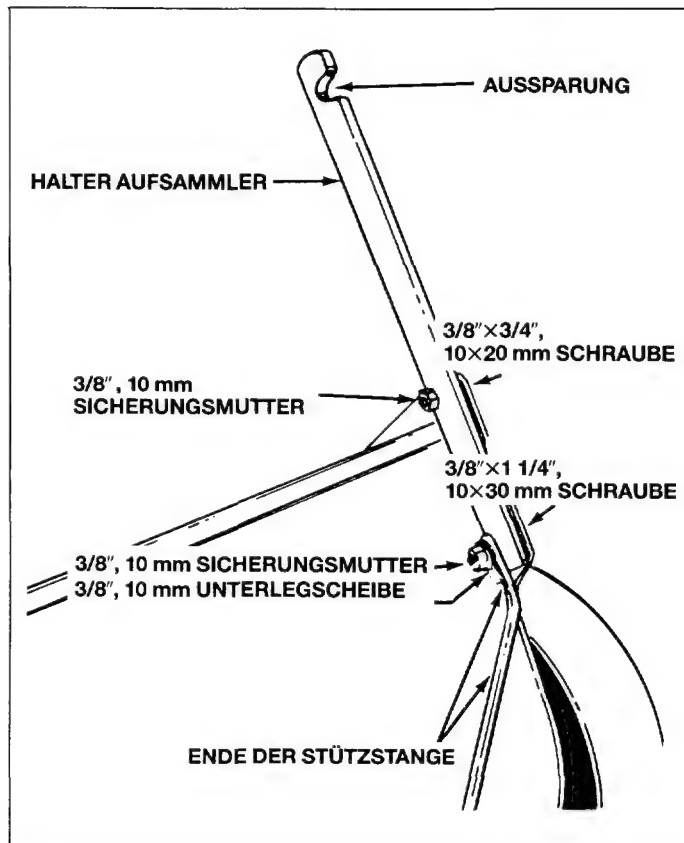

Bild 8
7. Die beiden Halter für den Aufsammler und die Enden der Stützstangen aneinander befestigen. Siehe Bild 8. Das obere Loch des Halters mit zwei Sechskantschrauben 10×20 mm ($3/8" \times 3/4"$) und einer Sicherungsmutter 10 mm ($3/8"$) am Aufsammler befestigen.
Der Halter soll mit nach oben weisender Aussparung an der Innenseite des Aufsammlers befestigt werden. Siehe Bild 8. Die Stützstange unter der Zugstange und der großen Scheibe im hinteren Loch der Zugvorrichtung anbringen. Dann die andere Seite der Stützstange mit zwei Schrauben 10×30 mm ($3/8" \times 1 1/4"$), Unterlegscheiben 10 mm ($3/8"$) und Sicherungsmuttern 10 mm ($3/8"$) im unteren Loch des Halters und Aufsammlers befestigen.